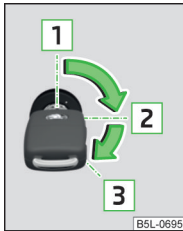

Abb. 99
**Positionen des Fahrzeugschlüssels im Zündschloss » Abb. 99**
- > Den Schlüssel in die Position  » Abb. 99 auf Seite 107 drehen.